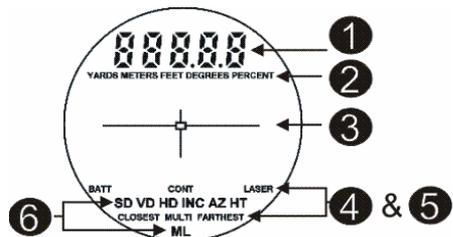

Abbildung 6
Abbildung 6 zeigt die LCD-Suchanzeige. Die interne Software des TruPulse ist in Optionen untergliedert. Jede Option repräsentiert eine spezielle Mess- oder Setupfunktion und verfügt über einen zugehörigen Anzeigeindikator. Die Abbildung und Tabelle unten enthält Informationen über die einzelnen Indikatoren.
2. Vergleichen Sie die Anzeige im Sucher mit Abbildung 6 (siehe Seite 11), um zu überprüfen, ob alle Indikatoren korrekt funktionieren.